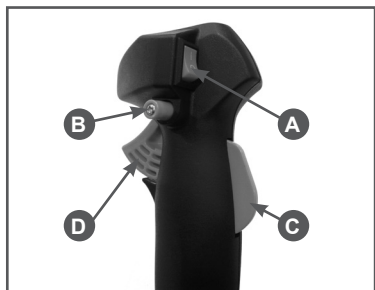

Рис.11 Многофункциональная рукоятка управления
Не допускается работа с не полностью нажатым курком газа D (Рис.11).
5. Выключатель зажигания (А) установите в положение «I» Рис.11. Удерживая стопорный рычаг (С) нажмите на курок газа (D). Для облегчения запуска зафиксируйте курок газа стопором (В).